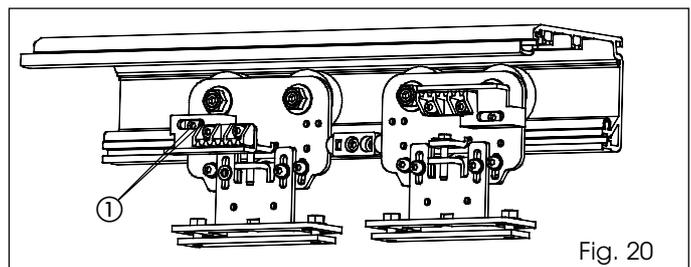

Fig. 20
•Destornille los tres tornillos como se indica en la fig. 20 ref. ① (sin desacoplar la correa de su soporte) y regule la hoja.